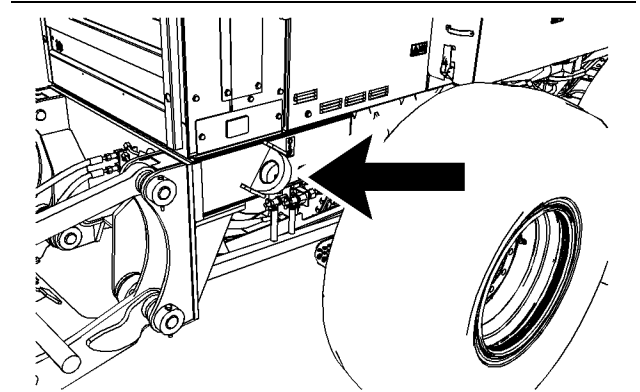

Ilustración 92
8. Instale cuatro cadenas de amarre en la parte trasera de la máquina. Hay un cáncamo de amarre en cada lado de la parte trasera de la máquina. Los cáncamos de amarre están identificados con una etiqueta que muestra una posición de amarre. Consulte la ilustración 92 .